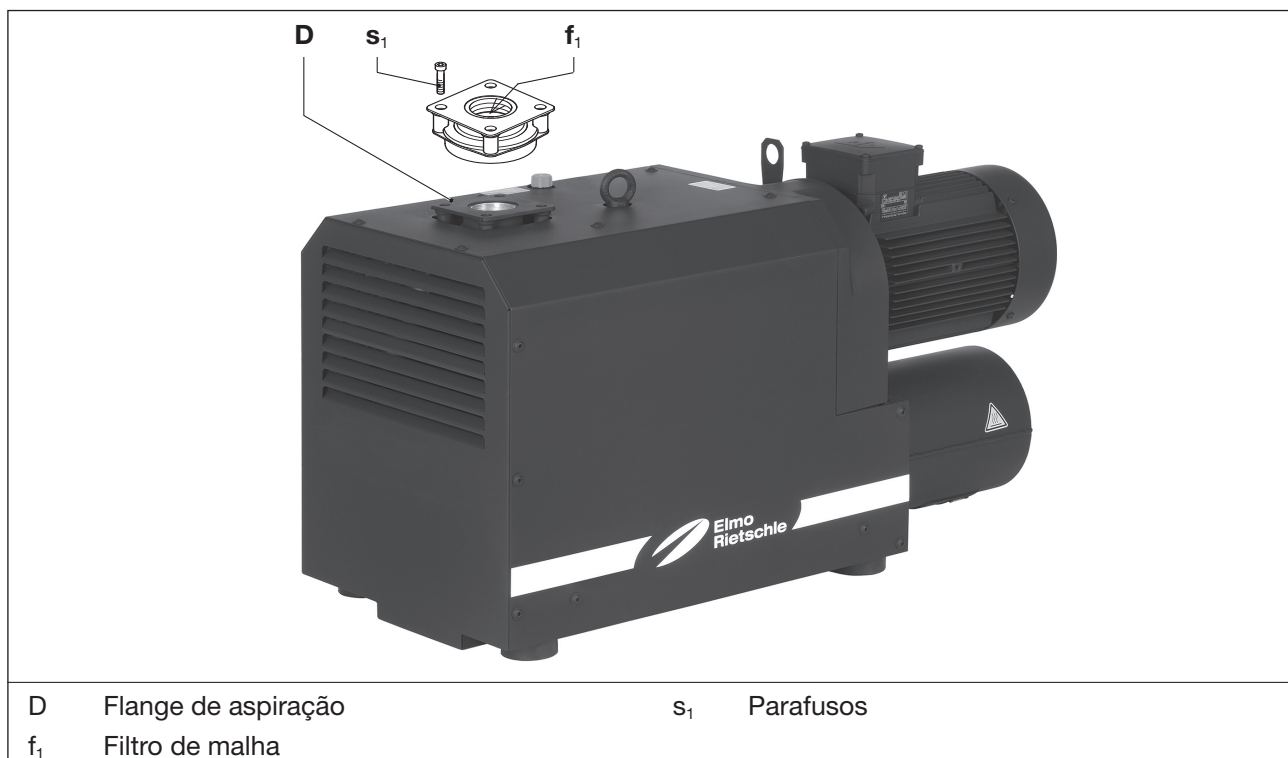

Fig. 6 Filtro de malha
- Retirar o flange de aspiração (Fig. 6/D) após soltar os parafusos (Fig. 6/s₁).
- Limpar o filtro de malha (Fig. 6/f₁). Verifique também o assento da válvula quanto a impurezas.
- Montar novamente o flange de aspiração (Fig. 6/D) e apertar os parafusos (Fig. 6/s₁).